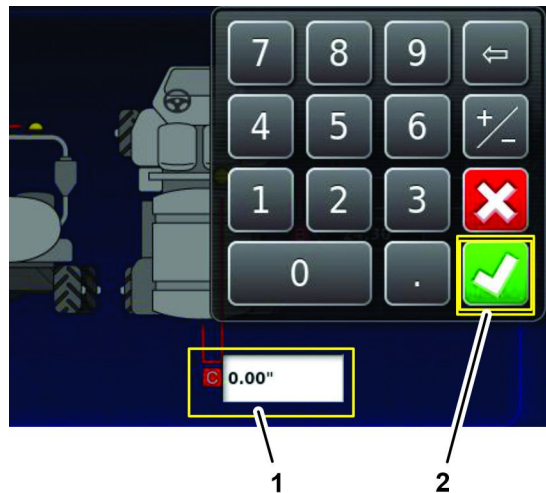

Figura 191
1. Iconos Línea central del eje trasero y Centro del receptor de satélite (B)
3. Pulse el icono Línea central de la máquina y Centro del receptor de satélite (C), utilice el teclado en pantalla para introducir la medida que anotó en el formulario de geometría del vehículo de Medición de la geometría del vehículo \(página 86\), y pulse el icono Confirmar (Figura 191).